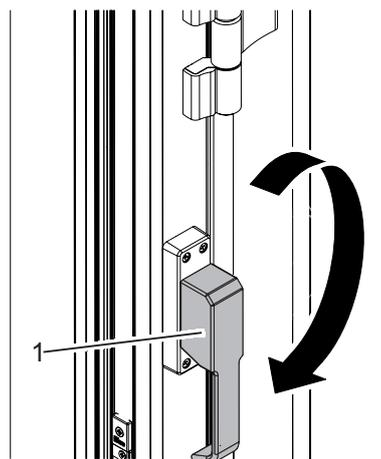

Fig. 28: Commutation sur la fonction de vantail pivotant
2. Déplacer la crémonne (Fig. 28/1) dans le sens de la flèche dans la position finale.